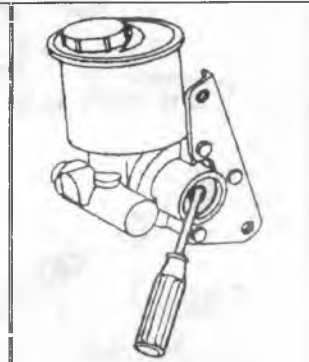

Рис. 254
3. Снимите сальник (Рис.254). Не используйте сальник повторно.